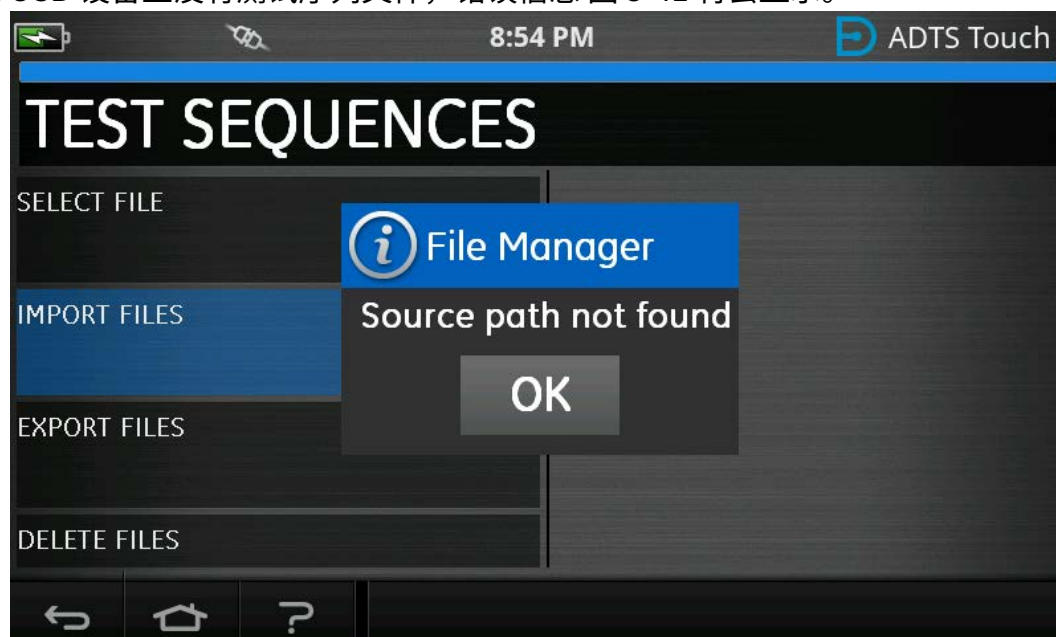

图 3-41：导入文件错误信息
7. 如果 USB 设备上没有测试序列文件，错误信息 图 3-41 将会显示。